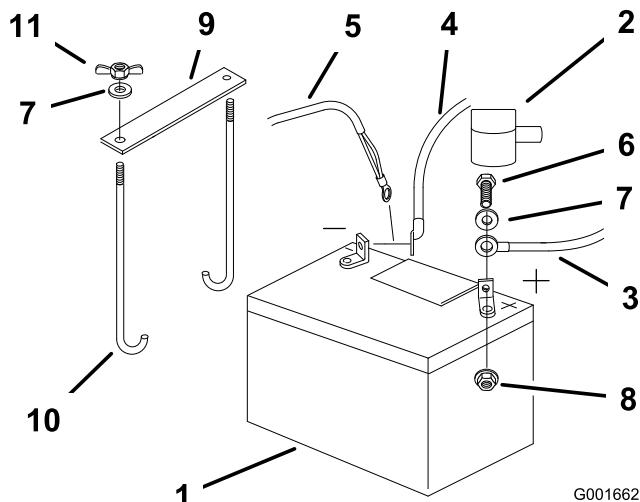

Figure 40
4. Commencez par débrancher le câble négatif et le câble de masse de la borne négative (-) de la batterie (Figure 40).
5. Ôtez le capuchon rouge de la borne positive (rouge) de la batterie. Débranchez ensuite le câble positif (rouge) de la batterie (Figure 40).
6. Retirez les deux écrous à oreilles (1/4 inch) qui fixent la barrette de maintien de la batterie (Figure 40).
1. Placez la batterie dans son support en tournant les bornes vers le moteur (Figure 40).
4. Fixez les câbles avec 2 boulons (1/4 x 3/4 po), 2 rondelles (1/4 inch) et 2 contre-écrous (1/4 inch) (Figure 40).
6. Fixez la batterie en position avec des boulons en J, une barrette de maintien et 2 rondelles (1/4 inch), ainsi que 2 écrous à oreilles ((1/4 inch)) (Figure 40).